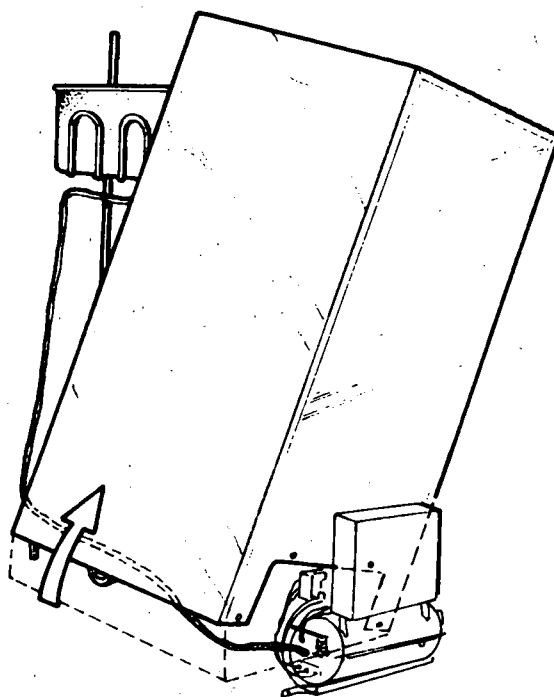

Fig. 6
- b Incline o gabinete lateralmente (fig. 6).